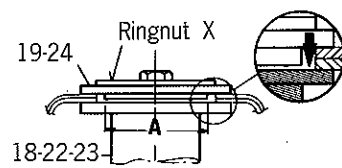

Fig. 5
Abb. 5 : Die richtige Lage des Dämpferbeindomes wird durch den Durchmesser (A) der Dämpferbeinaufnahme und den kleineren Durchmesser der Kontroll- und Fixierplatte (19) bestimmt. Dabei ist die Ringnut sichtbar.
Abb. 5 : Die richtige Lage für die Abstützung der Vorderfeder wird durch den Durchmesser (A) des Federtellers und den kleineren Durchmesser der Kontroll- und Fixierplatte (24) bestimmt. Dabei ist die Ringnut sichtbar.